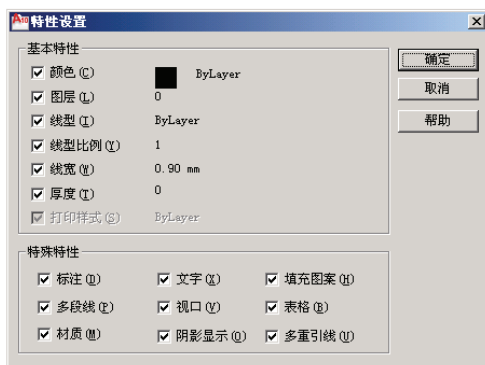

图 4-61 “特性设置”对话框
- (1) 选择源对象：该对象的全部或部分特性是要被复制的特性。
- (2) 选择目标对象：该对象的全部或部分特性是要改动的特性。
- (3) 设置(S)：设置复制的特性，输入该参数后，弹出图 4-61 所示对话框。